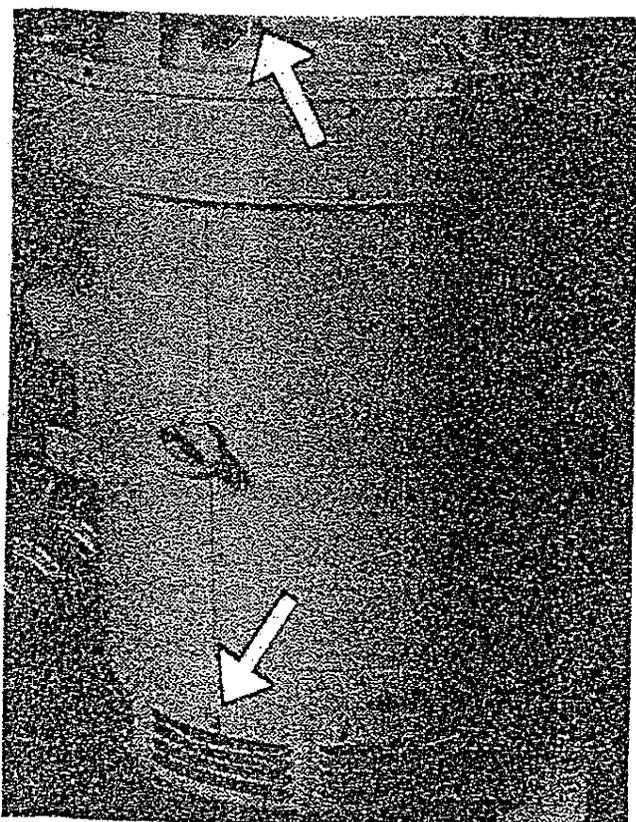

Fig. 19 Racords roscados de los cojinetes del motor.
44. Lubricar los cojinetes del motor - ver Fig. 19. Una cierta cantidad de grasa debe ser presionada (bombeada) dentro de cada cojinete (en 3-4 sesiones, ver abajo). Ver tabla 3 y la placa de características del motor para información acerca de la cantidad necesaria.
52. Lubricar los cojinetes del motor de todos los tamaños. Ver Fig. 19 y la Tabla 3.